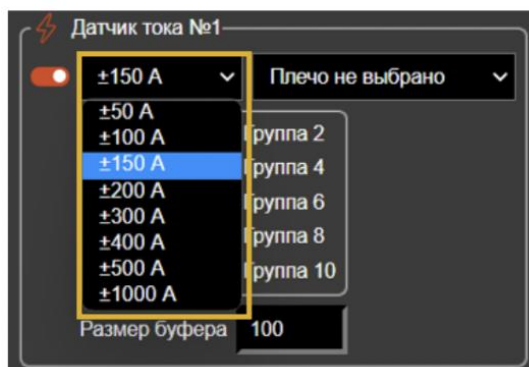

Рисунок 14
- Допустимый диапазон измерения тока (рис. 14)